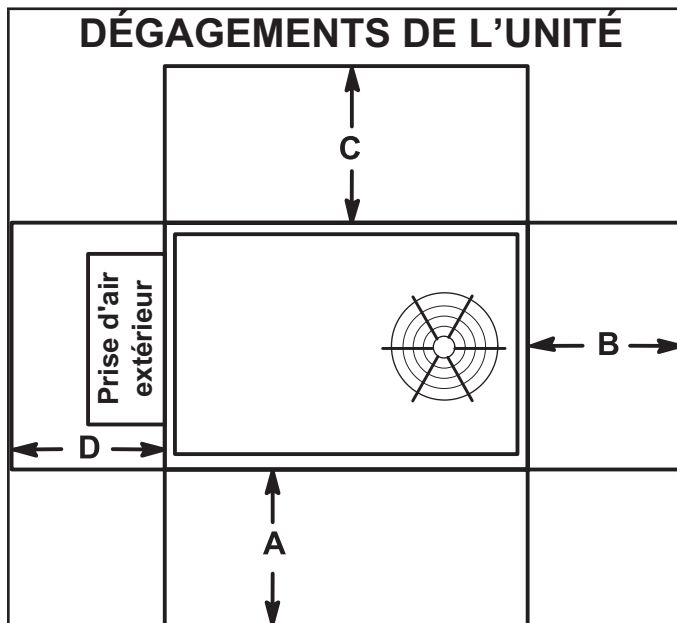

FIGURE 1
Reportez-vous aux dégagements de l'unité à la FIGURE 1.
L'unité LDT est homologuée ETL/CSA pour les installations extérieures uniquement avec les dégagements par rapport aux matériaux combustibles indiqués sur la plaque signalétique de l'unité et à la FIGURE 1.
L'unité LHT est homologuée ETL/CSA comme thermopompe avec climatisation et avec ou sans chauffage électrique auxiliaire pour les installations extérieures uniquement avec les dégagements par rapport aux matériaux combustibles indiqués sur la plaque signalétique de l'unité et à la FIGURE 1.
- 2 - Les dégagements d'installation spécifiés doivent être respectés lors de l'installation de l'unité. Reportez-vous à la FIGURE 1.